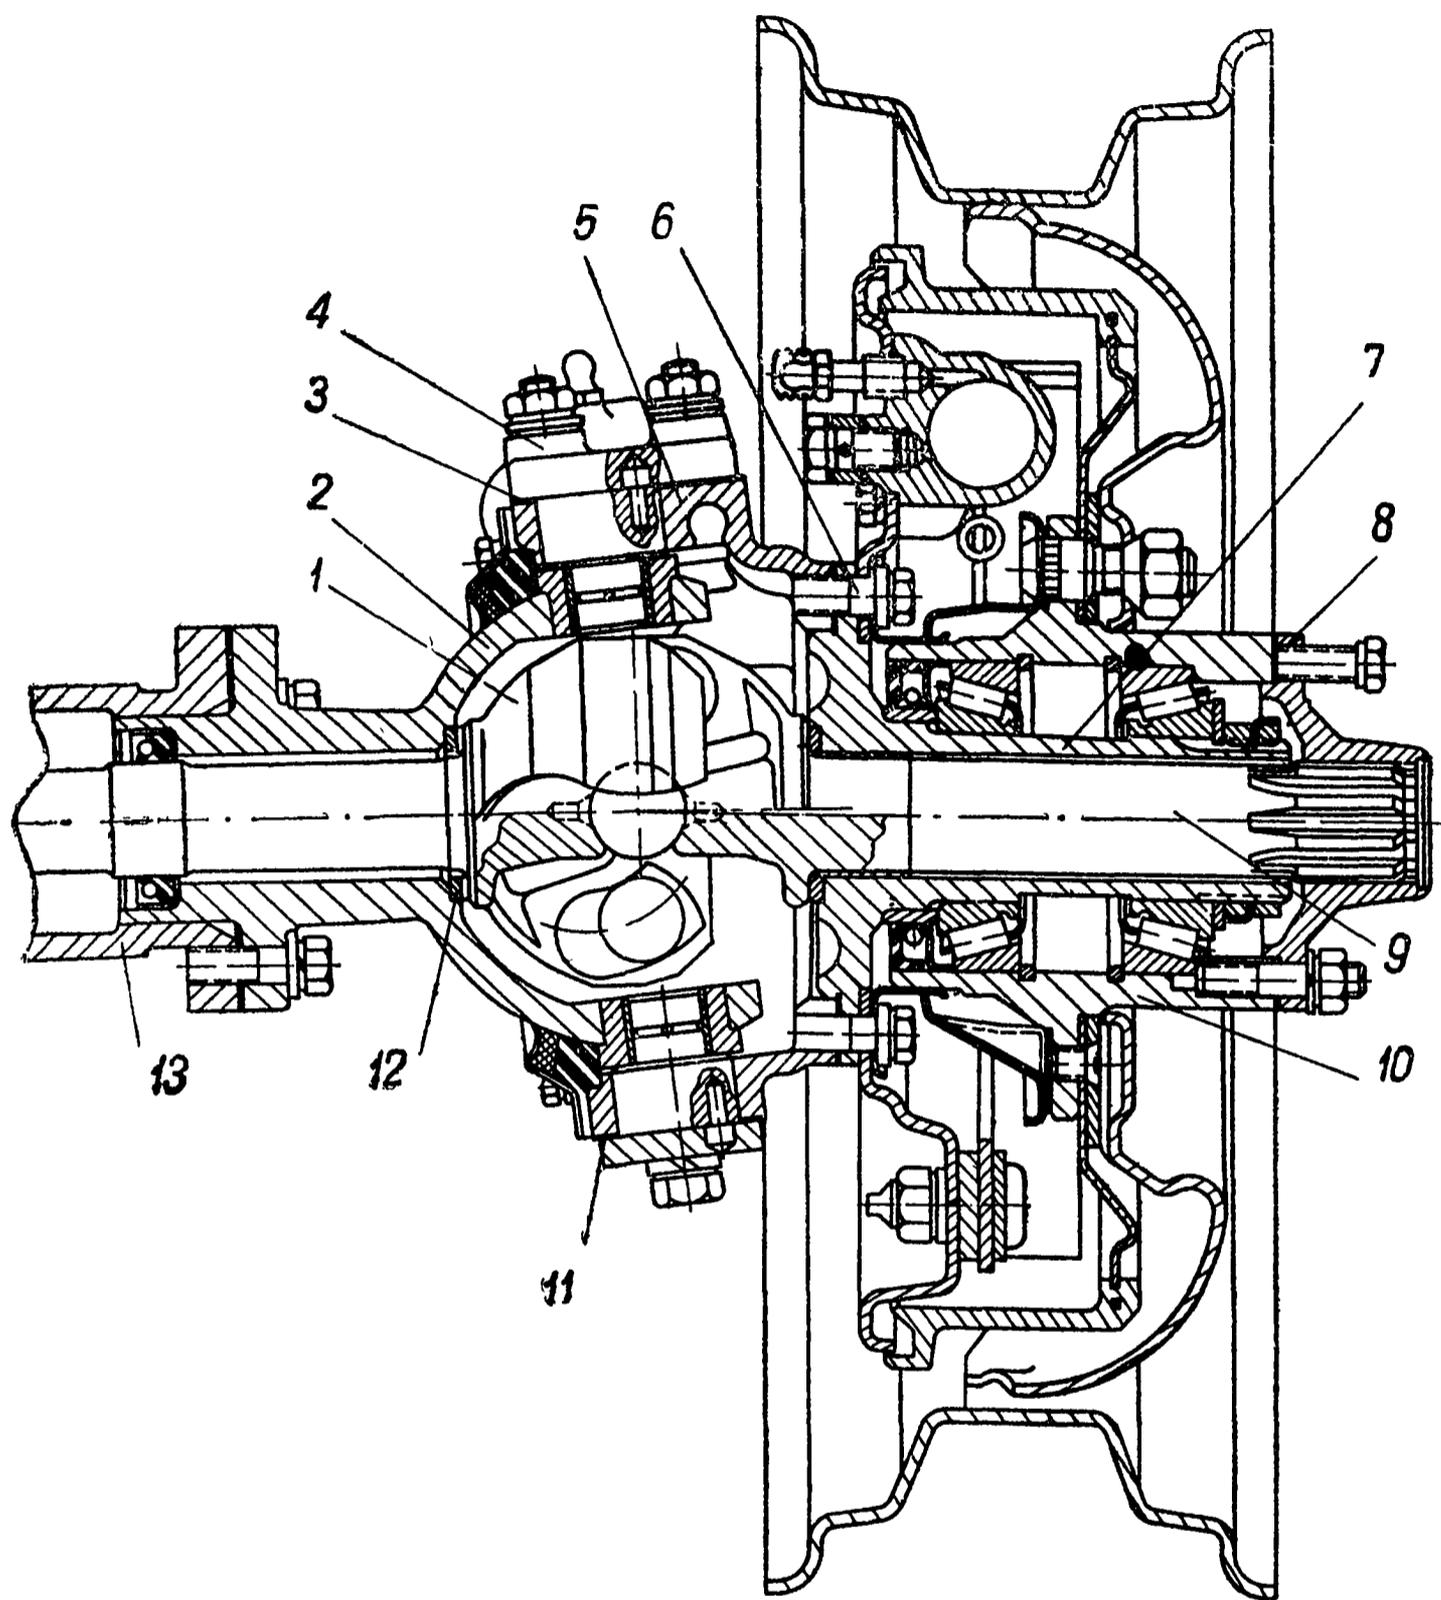
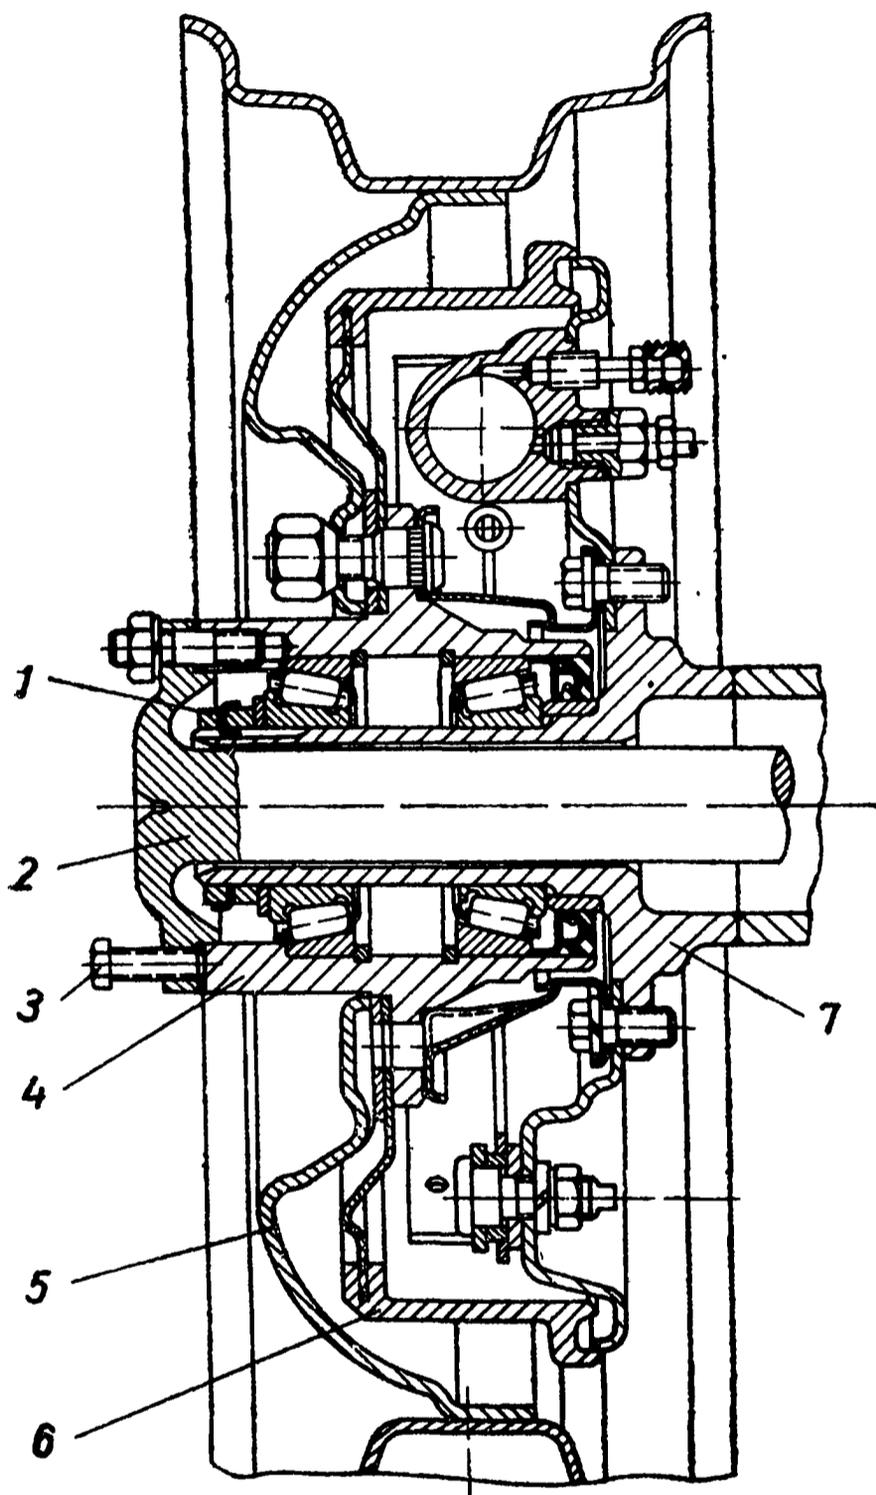

Рис. 29. Поворотный кулак:
Рис. 30. Ступица заднего колеса:
Устройство поворотного кулака в сборе показано на рис. 29. К кожуху полуоси пятью болтами привернута шаровая опора с запрессованными в нее втулками шкворней. На шаровой опоре посредством двух шкворней установлен корпус поворотного кулака, к которому шестью болтами крепится цапфа поворотного кулака и тормозной щит.
2. Снять фланец ступицы переднего колеса (см. рис. 29), для заднего колеса вынуть полуось (рис. 30).